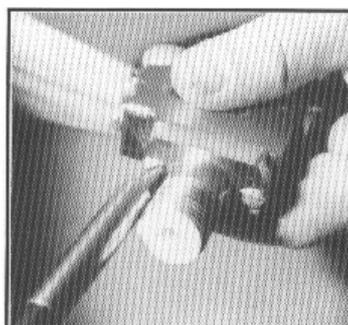

Fig. 3 Svitare la camera di miscelazione
- Rimuovere la camera di miscelazione dal blocco pistola (vedi Fig. 3).